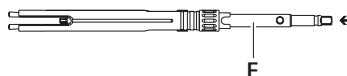

Рис. 3
- Установите отвертку **F** сзади в закрепительную втулку **2**. При этом следите за тем, чтобы боковые стержни проходили в канавки до основания, см. Рис. 3.